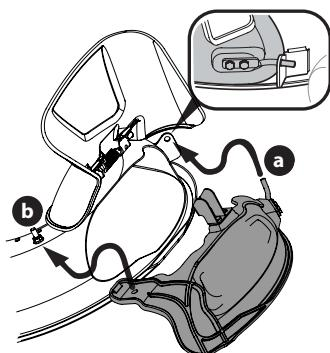

Figure 4
- Pour installer le bouchon de déchiquetage, relevez le déflecteur d'éjection. Voir Figure 4.